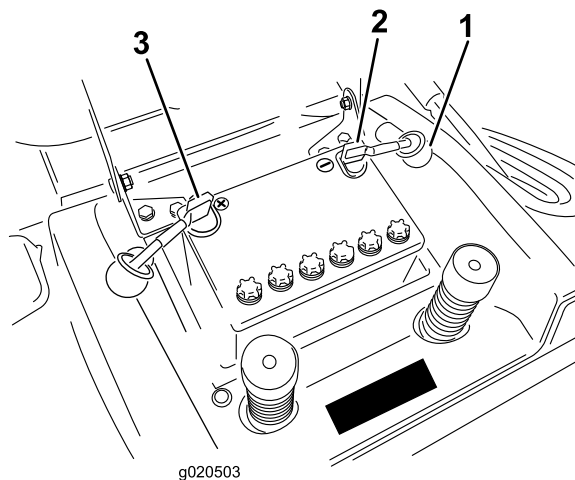

Figura 35
7. Staccate il cavo negativo (nero) di terra dal polo della batteria (Figura 35).
9. Staccate il cavo positivo (rosso) dal polo della batteria (Figura 35).
1. Collocate la batteria sullo chassis volgendo i poli verso il parte posteriore del trattore (Figura 35).
3. Utilizzando il bullone ed il dado ad alette, collegate il cavo positivo (cappuccio rosso) al polo positivo (+) della batteria (Figura 35). Infilate il cappuccio di gomma sul polo della batteria.
4. Utilizzando il bullone e il dado ad alette, collegate il cavo negativo (nero) al polo negativo (-) della batteria (Figura 35). Infilate il cappuccio di gomma sul polo della batteria.